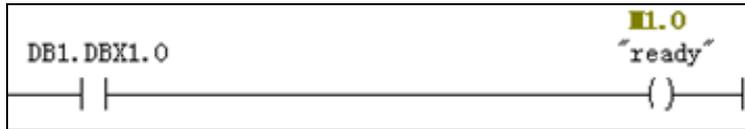
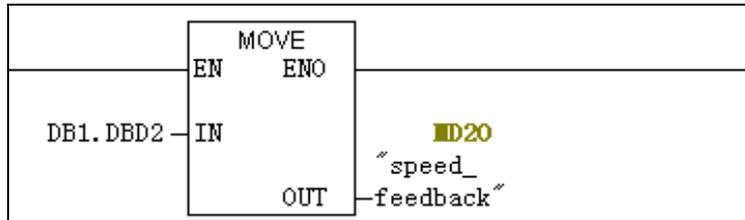

图 3-25 “准备状态位”程序
图 3-26 速度反馈程序
(5) 编写读取变频器状态的程序。在变量表中创建的控制变量标签如图 3-24 所示；LAD 程序中的映射关系如表 3-4 所示；具体程序编写以“准备状态位”和速度反馈为例，如图 3-25 和图 3-26 所示。